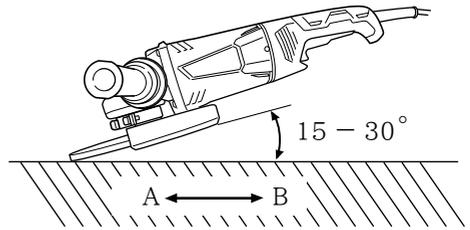

图 1
切勿将砂轮的全表面施加于要研磨的材料上。如图 1 所示，机器应保持 $15^\circ - 30^\circ$ 使砂轮的外缘以最佳角度与工件相接触。
3. 用新砂轮首次进行研磨时，应将角向磨光机由对面横过工件往操作人员这边拉，以免挖入工件（图 1 的 B 方向）。